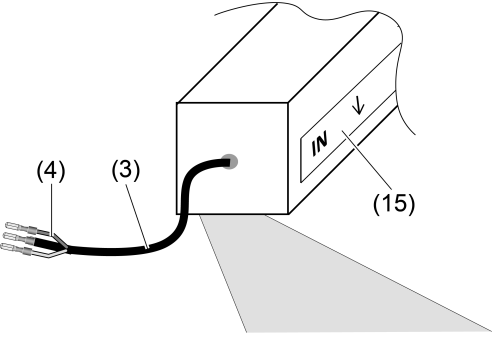

Bild 2: Abstrahlrichtung der asymmetrischen Optik
-  Bei der Montage beachten, dass es zwei Ausführungen der Leuchte gibt. Das Etikett auf der Leuchte (15) kennzeichnet die Abstrahlrichtung und die Seite, an der die Eingangsleitung angebracht ist (Bild 2).